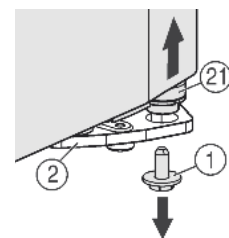
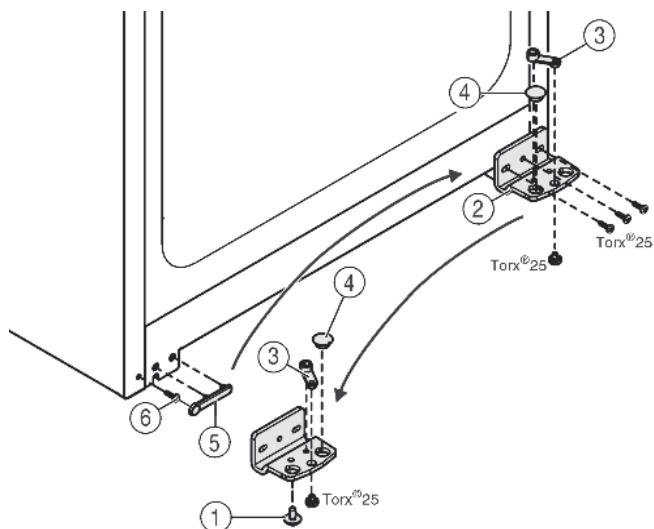

Fig. 5
Fig. 6
- Внизу справа на опорном кронштейне выкрутите фиксирующий винт Fig. 5 (1).
- Опорный палец Fig. 5 (21) можно извлечь из опорного кронштейна Fig. 6 (2).
- Если установочный винт Fig. 5 (21) не откручивается, его можно вынуть, нажав на него снизу.
- ▶ Открутите опорный кронштейн Fig. 6 (2).
- ▶ Открутите опорную деталь Fig. 6 (3) и, переставив в отверстие на противоположной стороне опорного кронштейна, снова прикрутите.
- ▶ Извлеките заглушку Fig. 6 (4) из опорного кронштейна и переставьте ее в отверстие на противоположной стороне опорного кронштейна.
- ▶ Осторожно снимите крышку со стороны ручки Fig. 6 (5).
- ▶ Выкрутите болт Fig. 6 (6) и вкрутите на противоположной стороне.
- ▶ Снова установите крышку Fig. 6 (5).
- ▶ Снова прикрутите опорный кронштейн Fig. 6 (2) на новой стороне шарнира (**с моментом 4 Нм**). При необходимости используйте аккумуляторный шурупверт.
- ▶ Вкрутите фиксирующий винт Fig. 5 (1) внизу в опорный палец и затяните (**с моментом 4 Нм**).